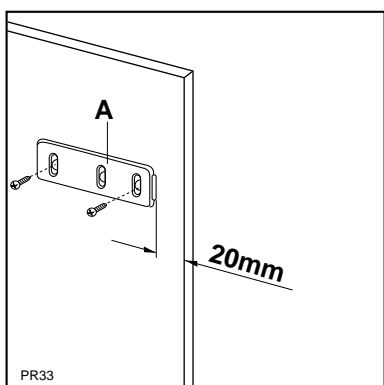

Fig. 7
Posez les guides (A) à l'intérieur de la porte du meuble, en haut et en bas, comme l'illustre la Fig. 7, et repérez la position des trous extérieurs. Après avoir préparé les trous, vissez les guides avec les vis de 3,5x16 mm sur la porte du meuble.